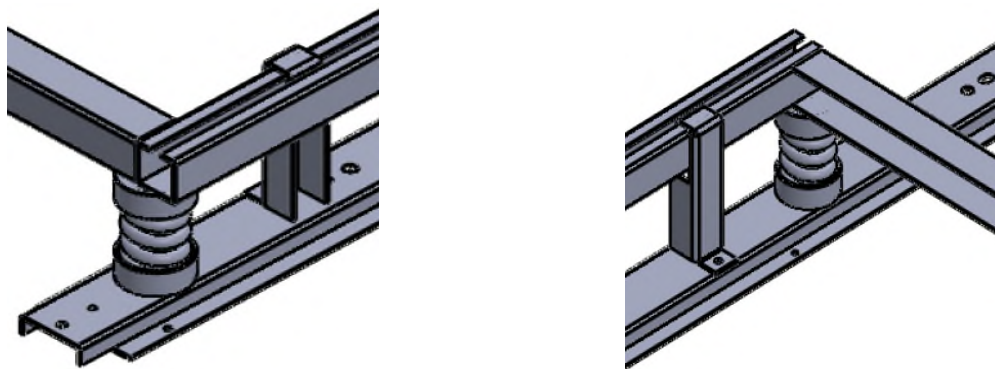

Fig.2 Shipping Bracket
- ขาถือชุดพัดลมป้องกันชุดพัดลมเคลื่อนที่ในขณะที่ขนส่ง ให้ทำการถอดขาถือชุดพัดลมออกเมื่อทำการติดตั้งเครื่องเสร็จ ตาม Fig 2